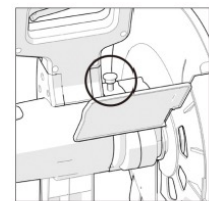

Fig. 3
- Trykk på spindellåsknappen for å aktivere spindellåsen (fig. 3)